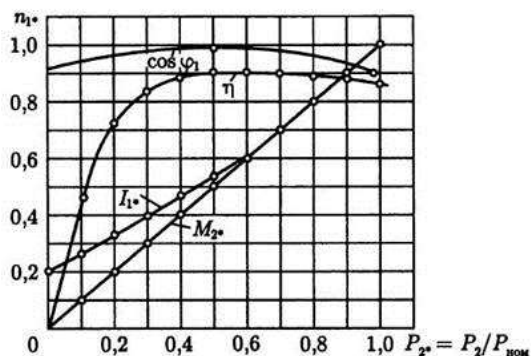

Рисунок 37. Рабочие характеристики трехфазного синхронного двигателя
Рабочими характеристиками называются зависимости $P_1, I_1, \cos \varphi_1$ и $\eta(P_2)$ при $U = U_{ном} = \text{const}$; $f_1 = f_{ном} = \text{const}$; $i_b = \text{const}$. Они представлены на рис. 37 в относительных единицах.
Для трехфазного синхронного двигателя номинальной мощностью $P_{\text{ном}} = 132 \text{ кВт}$ и напряжением питания $U_1 = 0,38 \text{ кВ}$ при частоте 50 Гц , с числом полюсов $2p = 12$, пользуясь рабочими характеристиками в относительных единицах (рис.37), определить: полную S , активную P_1 и реактивную Q мощности, КПД η , коэффициент мощности $\cos \varphi_1$ и момент на валу двигателя M_2 при нагрузках, соответствующих наибольшему значению коэффициента мощности и наибольшему значению КПД.
- 3) Указанным значениям нагрузки соответствуют значения (см.рис.37):
Пользуясь рабочими характеристиками в относительных единицах (рис.37) определить: